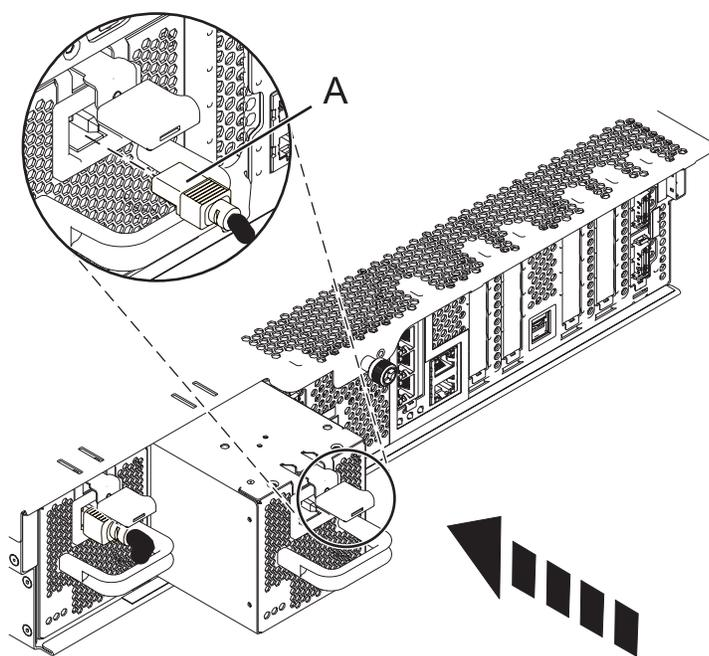

Figure 1. Installation hors tension d'une alimentation électrique
5. Insérez l'alimentation électrique jusqu'à ce que le taquet de verrouillage s'emboîte dans son logement comme indiqué dans la figure 1.